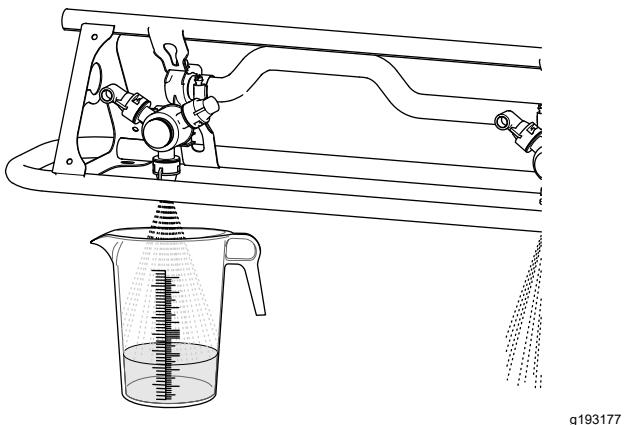

Figura 82
- Coloque o recipiente de recolha sob o bico antes de ligar as secções (Figura 82).
- Realize o teste de recolha durante, pelo menos, 15 segundos ou mais em um dos bicos (Figura 82).